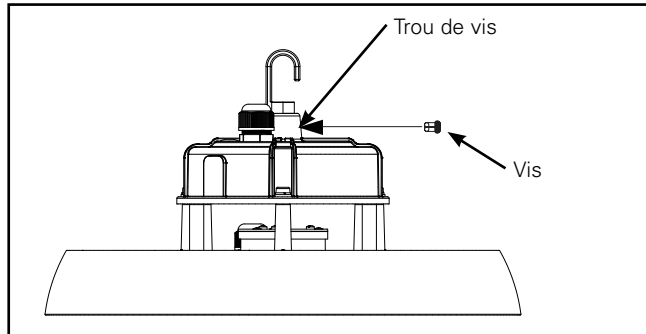

Figure 2.
2. Installez la vis de pression et serrez-la (figure 2).